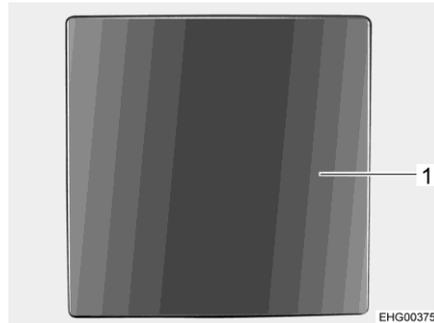

Fig. 60 Bouton-poussoir
- Appuyer sur le bouton-poussoir (Fig. 60,1). Le bouton-poussoir ressort.